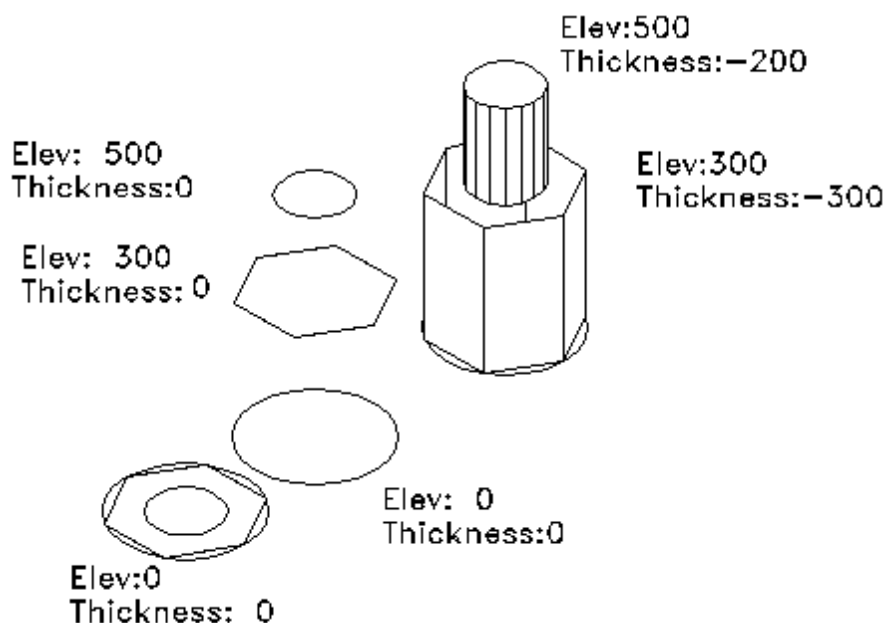

Fig. 2.17
7. Rețelele pot fi simulate de elevația și grosimea unei linii sau polilinii (fig. 2.17).